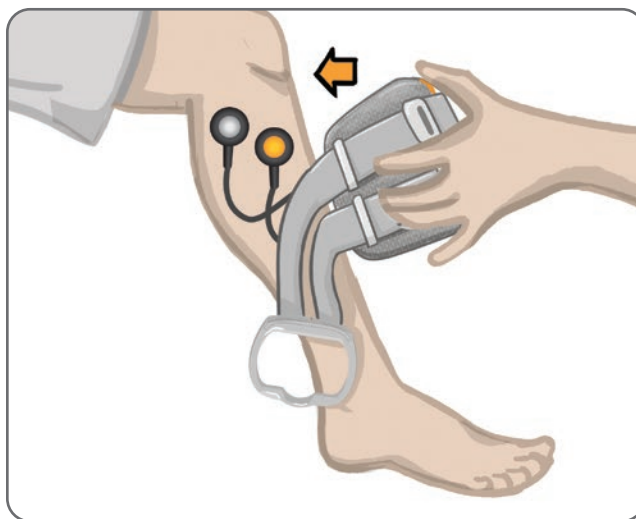

Bild 8-5: Placera lokaliseraren nedanför knäskålen
6. Placera underbensmanschettens lokalisering nedanför knäskålen och över tibiaplatån. Se bild 8-5. Se till att manschetten inte vidrör elektrodbaserna. Lokaliseringen ska ligga an bekvämt mot knät under apex av patella.